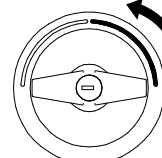

図2
- 扉を閉める際は、開扉時の取手位置(図2)から左回りに90°回してください。